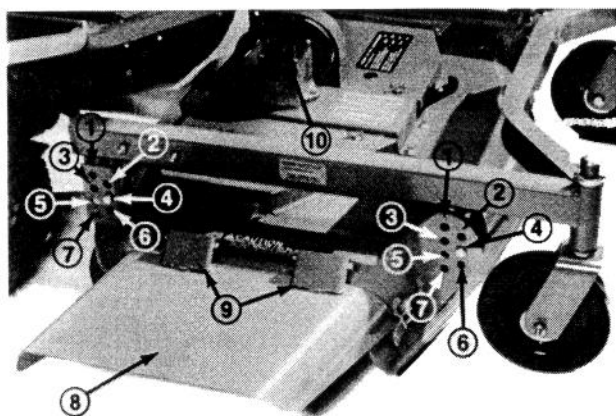

Bild 1
Die Schnitthöhe ist einstellbar von 25 bis 102 mm in Abstufungen von 13 mm, indem vier Steckstifte in verschiedene Positionen in die Schnitthöheneinstellprofile an den Ecken des Schnittwerkes eingesteckt werden (Bild 1).
Das Prallblech (Bild 1) ist eine Schutzvorrichtung, die Schnittgut und andere ausgeworfene Fremdkörper nach unten ablenkt. Ohne am Schnittwerk montiertes Prallblech und unter Federdruck stehenden Scharniere, mit denen das Prallblech abgesichert ist, können die Messer Schnittgut und Fremdkörper mit solcher Kraft aus dem Auswurfkanal heraus-schleudern, daß Personen verletzt oder Gegenstände beschädigt werden könnten. Sind Prallblech oder Federscharniere abgenutzt, zerbrochen oder defekt, müssen betroffene Teile instand gesetzt oder ausgetauscht werden. Das Schnittwerk nie ohne montiertes Prallblech benutzen. Immer sicherstellen, daß der Auswurfkanal in der tiefstmöglichen Stellung ist.
2. Das Schnittwerk nach allen 50 Betriebsstunden so absenken, daß die Laufrollen auf einer ebenen Fläche stehen. Sicherstellen, daß sich alle Schnitt-höhensteckstifte auf gleicher Einstellhöhe be-finden. Den Bereich um die Getriebeabdeckung (Bild 1) reinigen, um einem Eindringen von Schmutz in das Getriebe vorzubeugen. Die Schrauben entfernen, mit denen die Abdeckung abgesichert ist. Den Schmierölstand im Getriebe kontrollieren. Bei niedrigem Ölstand, SAE E.P. 90 Öl nachfüllen, bis der Ölstand die horizontale Welle (Antrieb) im Getriebe erreicht. Den Dichtungszustand kontrollieren. Bei Bedarf sind